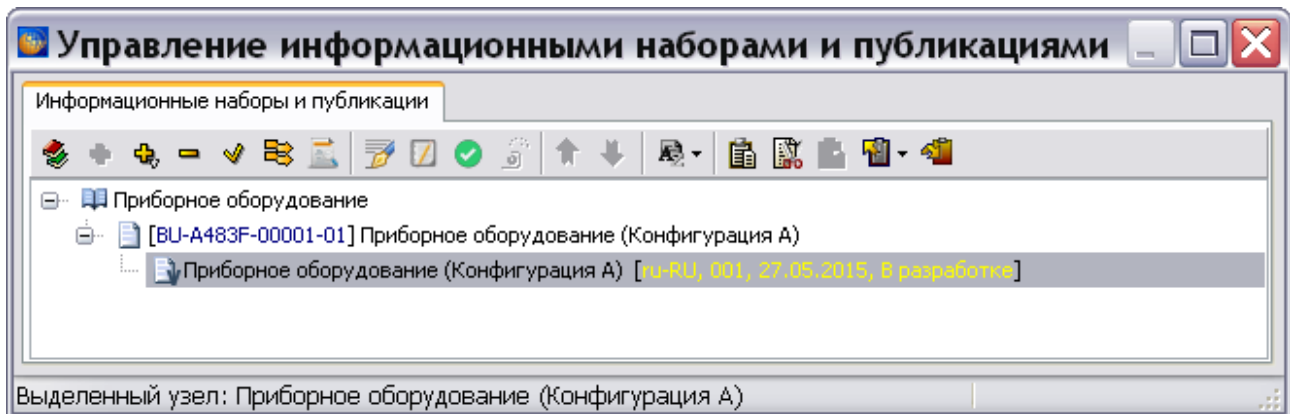

Рис. 19.27
3. В верхней части окна выберите инструмент **Публикации** . После этого откроется диалоговое окно **Управление информационными наборами и публикациями** (Рис. 19.27).